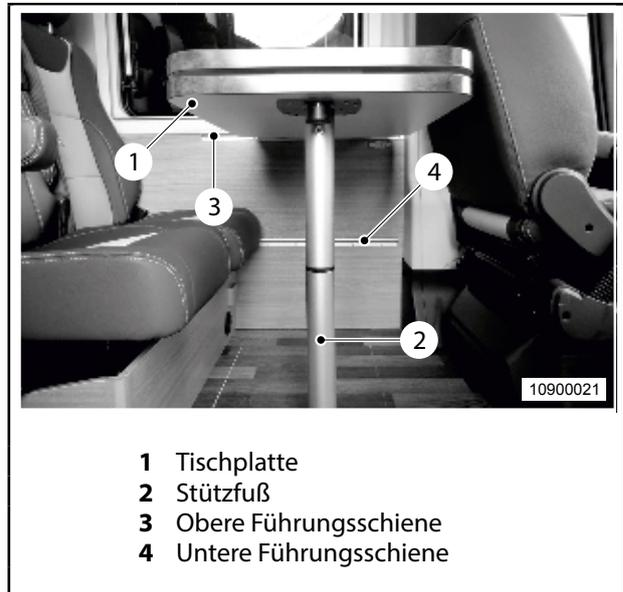

Abb. 28 Einhängetisch zur Schlafstätte umbauen
1. Tischplatte (Abb. 28, Pos. 1) anheben und unteren Teil vom Stützfuß (Abb. 28, Pos. 2) entfernen.
2. Tischplatte (Abb. 28, Pos. 1) aus der oberen Führungsschiene (Abb. 28, Pos. 3) aushängen, in die untere Führungsschiene (Abb. 28, Pos. 4) einhängen und verriegeln.